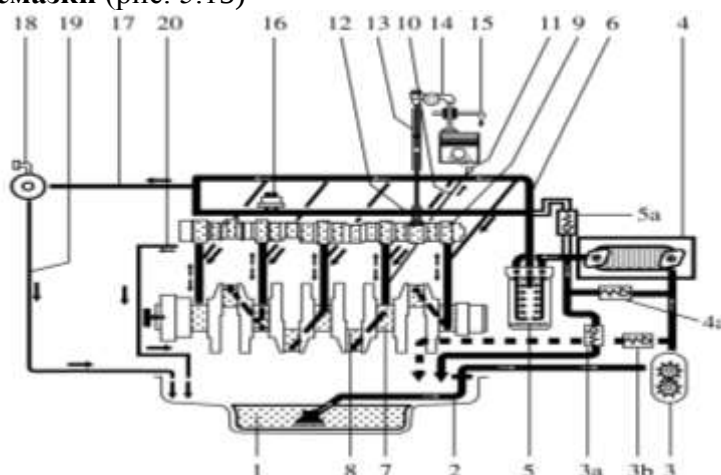

Рис. 5.15 Схема системы смазки двигателя:
5.1.17 Система смазки (рис. 5.15)